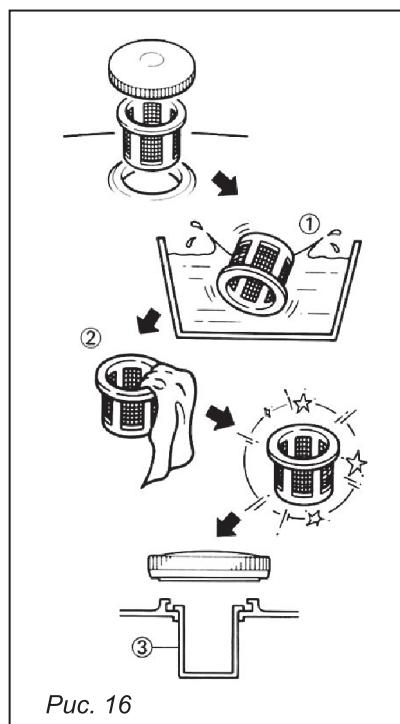

Рис. 16
8.5. Очистка фильтра бензобака (если имеется в комплектации), рис. 16